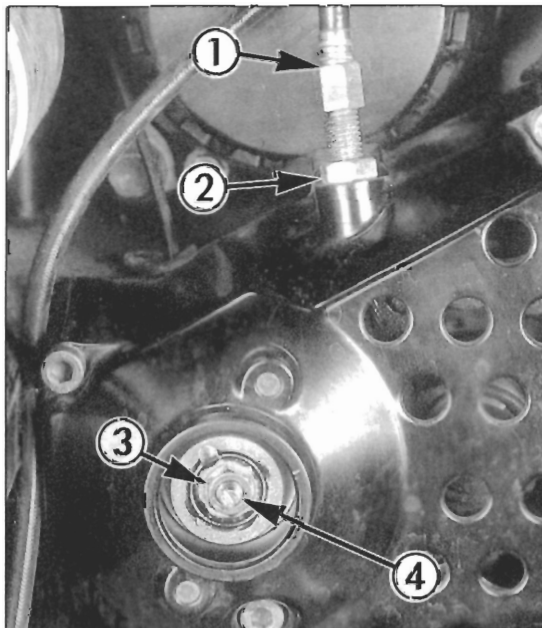

Bild 55
- Grössere Einstellungen am unteren Einsteller ① Bild 55 nach Lockern der Gegenmutter ② vornehmen.
- Gegenmutter ③ lösen und Einstellschraube ④ 2 – 3 Umdrehungen ausdrehen, bis auf Widerstand wieder eindrehen und $\frac{1}{4}$ – $\frac{1}{2}$ Umdrehungen ausdrehen.